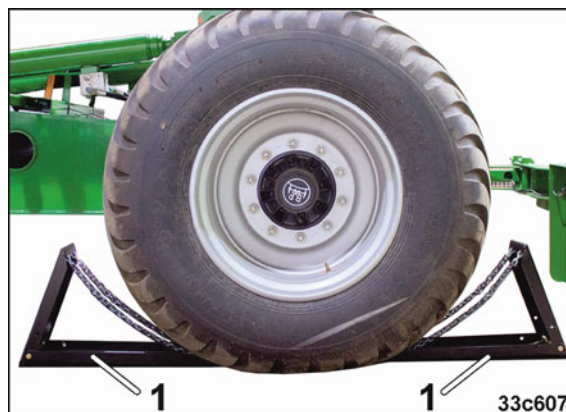

Fig. 146
1. Kontrollér, om maskinen er sikret med stopklodser (Fig. 146/1).